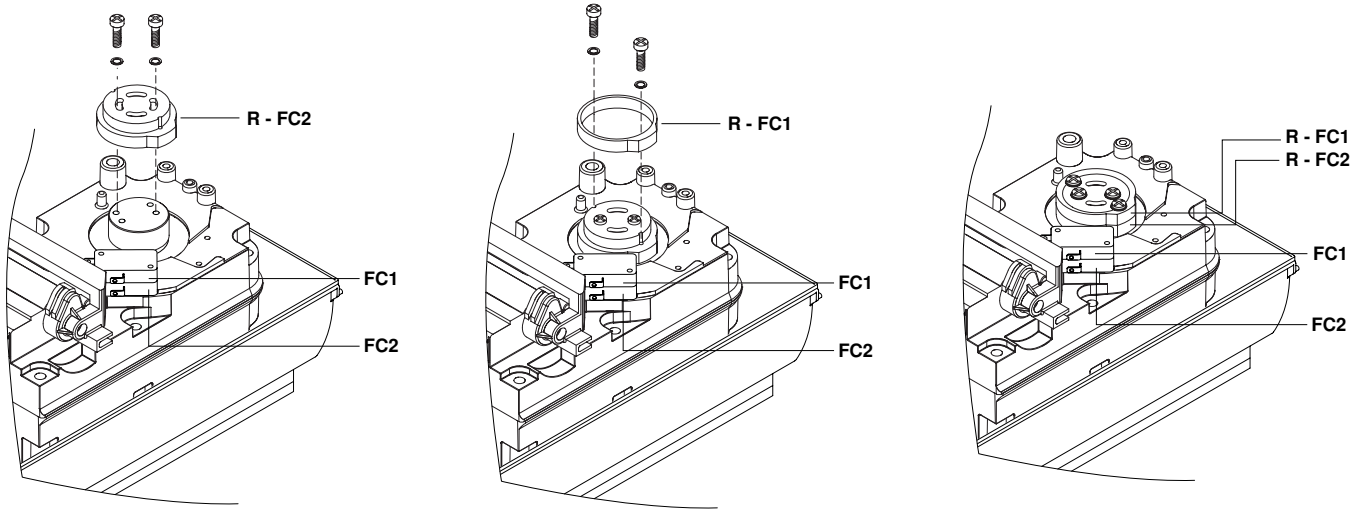

Fig. 13
**No accionador esquerdo (Fig.13):**